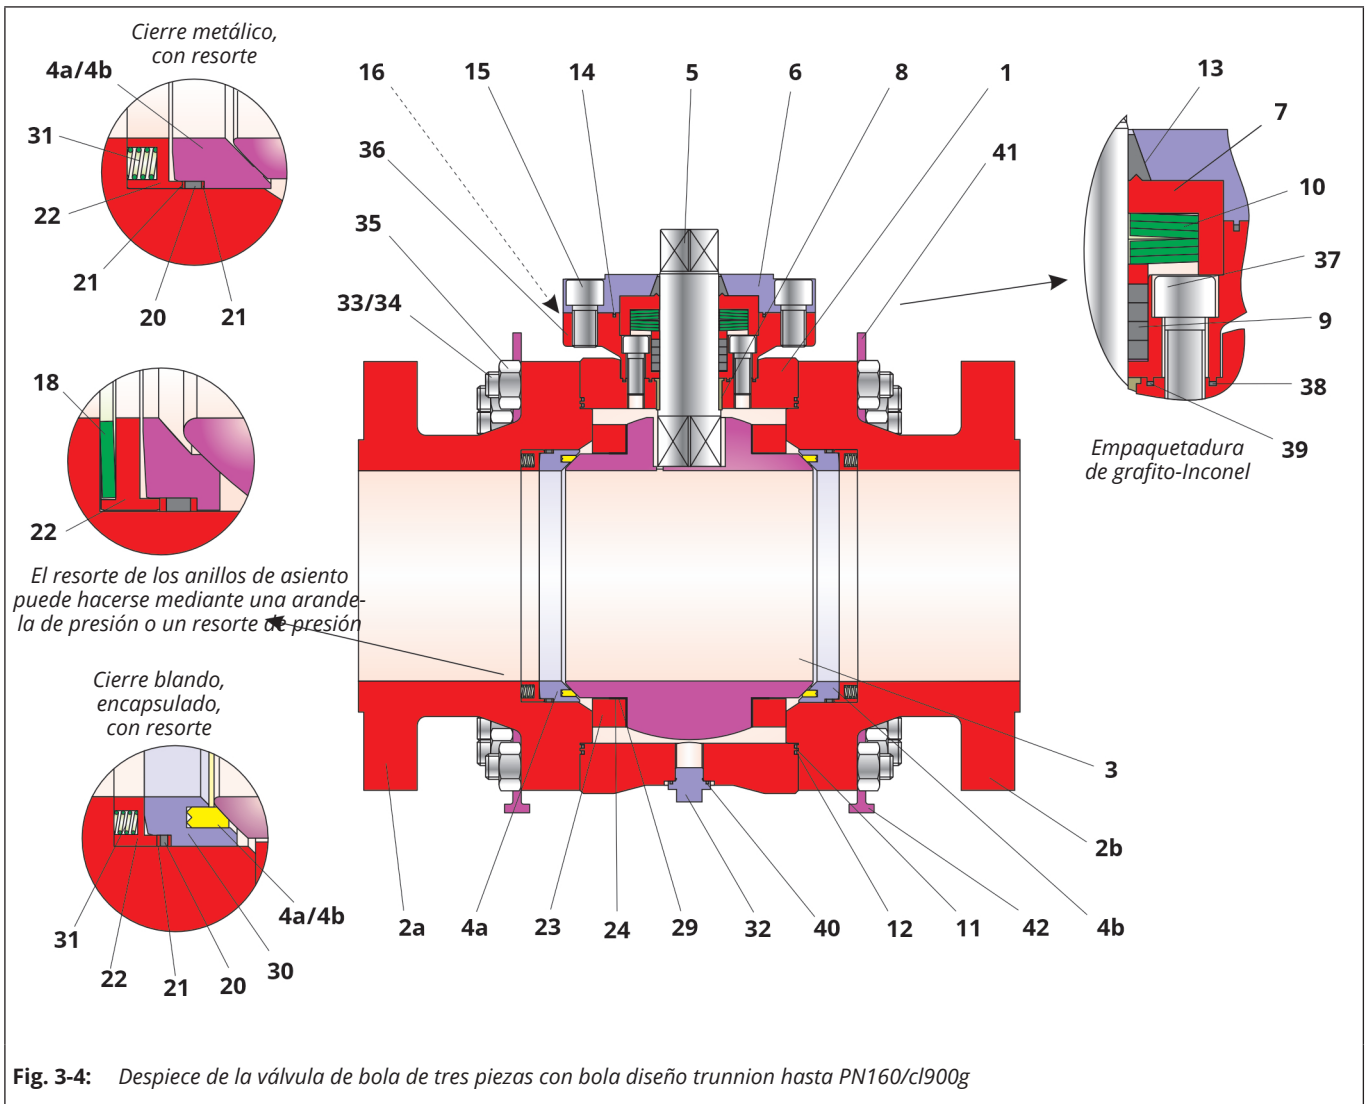

Fig. 3-4: Despiece de la válvula de bola de tres piezas con bola diseño trunnion hasta PN160/cI900g
Para el montaje tener en cuenta la posición y orden de los componentes como se muestra en la Fig. 3-4.
- ⇒ Colocar el conjunto de arandelas de presión (10) encima de la empaquetadura (9). Disposición de las arandelas de presión, ver Fig. 3-4.
- ⇒ Deslizar el casquillo (7) por el eje (5), hasta que apoye sobre las arandelas de presión (10) y las centre.
- ⇒ Empujar cuidadosamente el anillo de carbón grafito (13) por el eje (5) hasta el casquillo (7).
- ⇒ Insertar el anillo de carbón-grafito (14) en la ranura de la brida del prensaestopas (6).
- ⇒ Colocar la brida del prensaestopas (6) por el eje (5) encima del cuerpo principal (1).
- ⇒ Engrasar ligeramente los tornillos (15).
- ⇒ Centrar la brida del prensaestopas (6) con los tornillos (15).